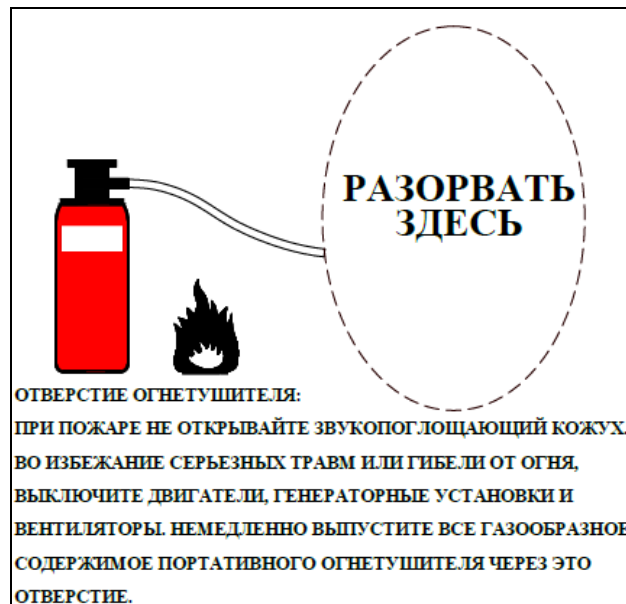

Рис. 2. Отверстие огнетушителя
- При пожаре не открывайте звукопоглощающий кожух. Во избежание серьезных травм или гибели от огня, выключите двигатели, генераторные установки и вентиляторы. Разорвите этикетку с надписью BREAK THROUGH HERE (РАЗОРВАТЬ ЗДЕСЬ) и немедленно выпустите все газообразное содержимое портативного огнетушителя через это отверстие. На генераторной установке это отверстие огнетушителя обозначено этикеткой, показанной на рис. 2.